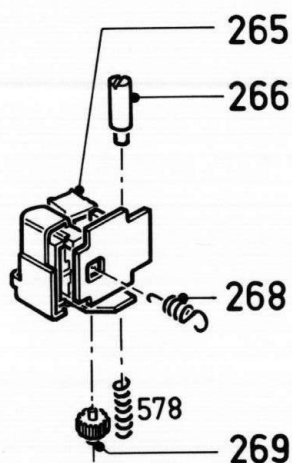

Fig. 2-15 33319A19
- Mutter 266 (siehe Abb. 2.15) derart justieren, dass die 25 Hz Modulation des Signals restlos beseitigt ist (siehe Abb. 2.22).